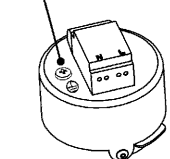

図3 アース接続
- ⑤アース線を用いてD種(第三種)接地工事を施してください。(図3)